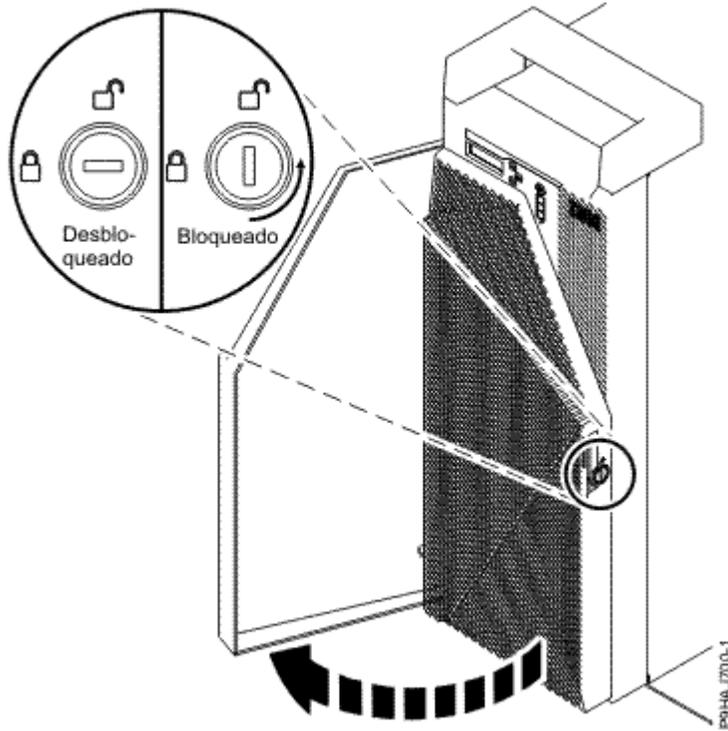

Figura 53. Desbloqueo de la puerta frontal
- a) Inserte la llave de la puerta frontal en la cerradura, como se muestra en la Figura 53 en la página 58. Gire la llave hacia la izquierda (en sentido contrario a las agujas del reloj) para abrir la puerta. En posición horizontal está cerrada, en posición vertical está abierta. Abra la puerta frontal.